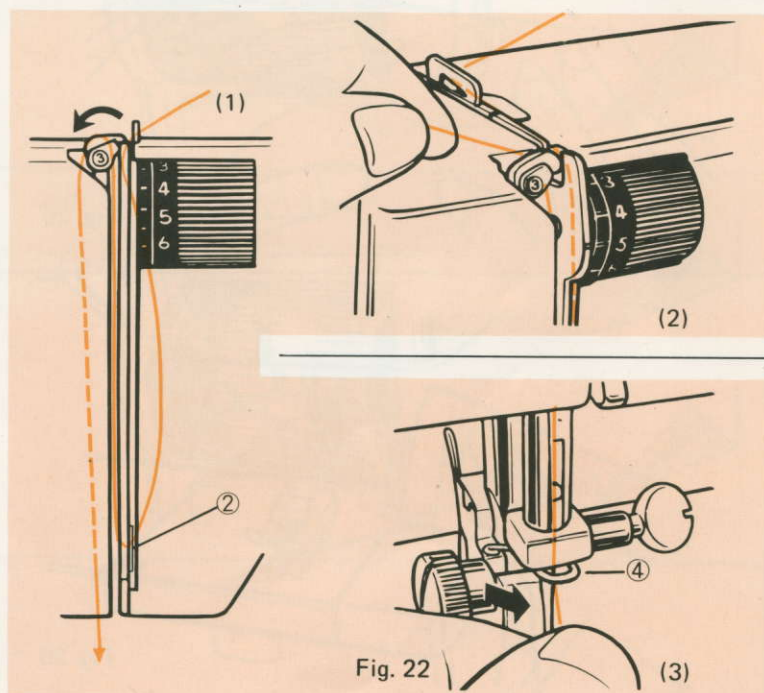

Fig. 22
(3) Rijg de draadhefboom ③ door de draad van rechts naar links te leiden. zie Fig. 22-(1),(2)
(4) Rijg de draad door de geleider ④ (boven de naald) (Fig. 22 -(3) )